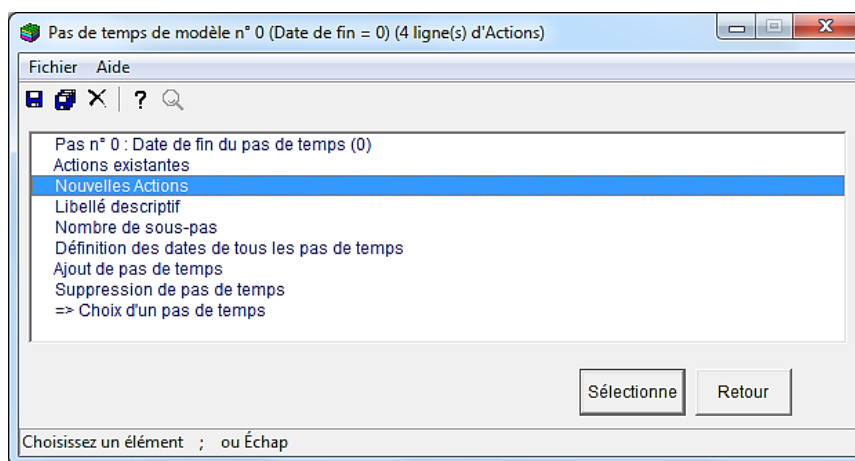

Figure 63 – Option de créer de nouvelles actions.
- On choisit l'option « Nouvelles Actions » (Figure 63).